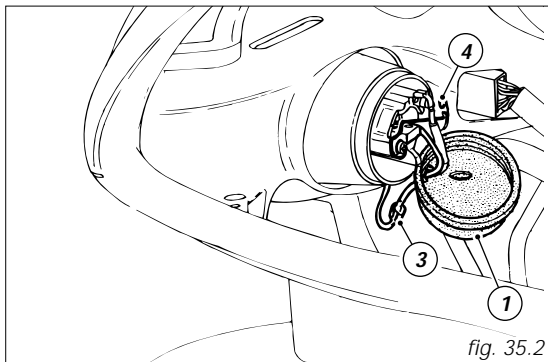

fig. 35.2
**Lampada abbagliante lato sinistro** (fig. 35.2): scollegare la spinetta (3) del cavo lampada bianco dal cablaggio anteriore; scollegare la cuffia in gomma (1) dal corpo proiettore e sfilare il cavo lampada.
Inserire le linguette guida della base lampadina nelle sedi corrispondenti per ottenere l'esatto orientamento. Agganciare l'estremità della molletta (4, fig.35.2) ai supporti del corpo proiettore, collegare i cavi precedentemente scollegati e rimontare la cuffia in gomma (1, fig.35.2).